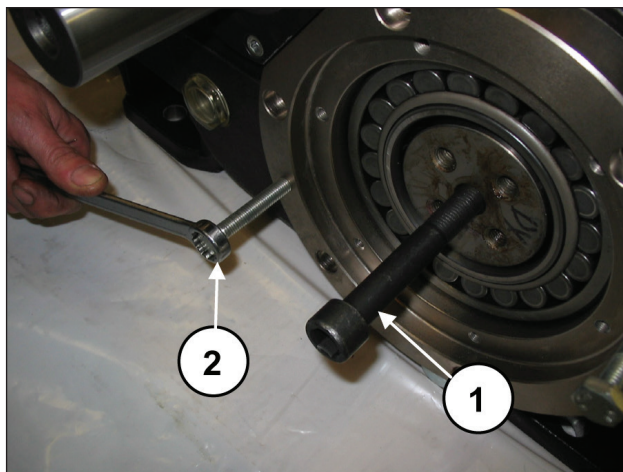
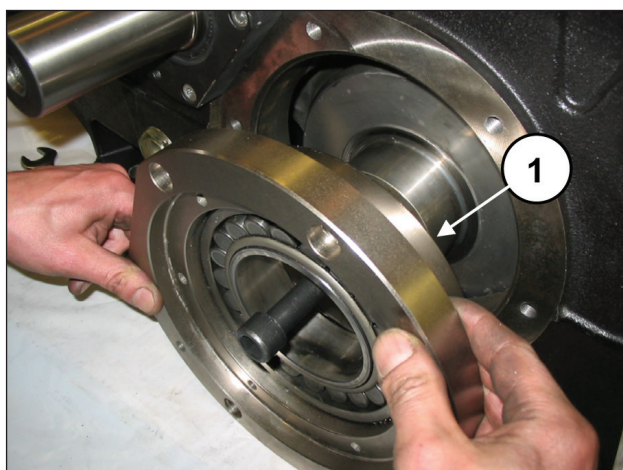

图 24
图 25
在曲轴的一端安装一个M16螺纹销 (①·图 24)·使之保持提起·取出轴承支盖以及轴承和O形圈 (①·图 25)。为方便拆除·可使用2个螺柱或M10螺栓 (②·图 24)。